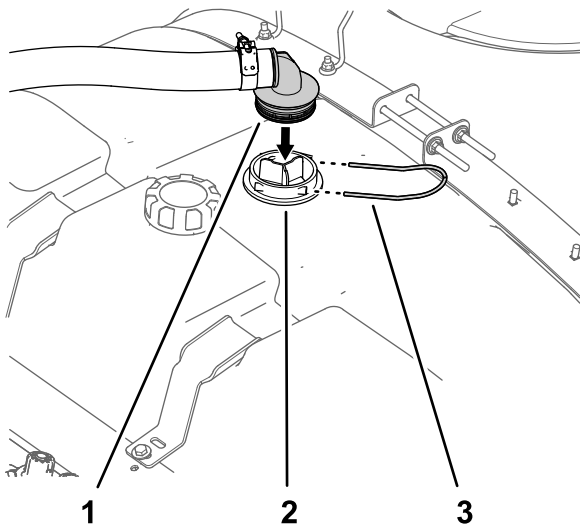

图15
- 将供水软管的 90° 宝塔接头与吸入滤网的外壳对齐 图15。
2. 使用在 准备喷洒药缸 \(页码 5\) 的步骤 4 中卸下的固定叉将 90° 度宝塔接头固定到外壳上 图15。